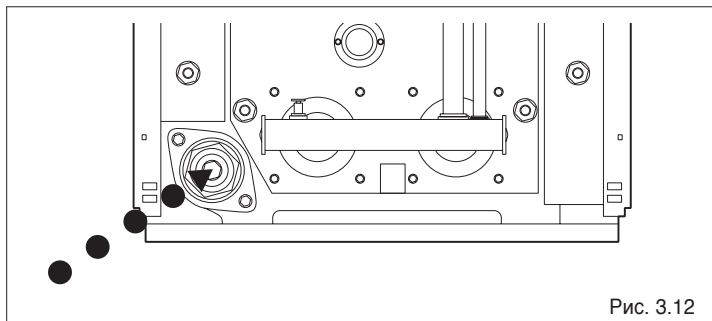

Рис. 3.12
- Перед выполнением этой процедуры убедитесь в том, что кран для слива воды из котла закрыт. (Рис. 3.12)